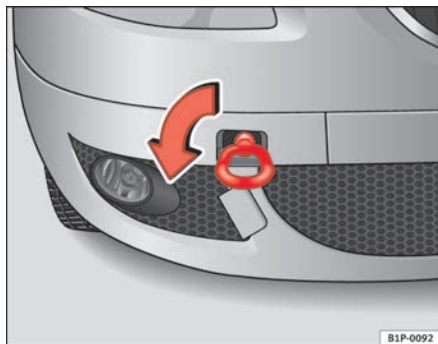
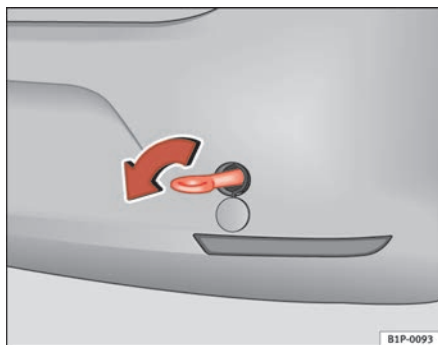

Abb. 181 Frontpartie rechts: Einschrauben der vorderen Abschleppöse
Abb. 182 Einschrauben der Abschleppöse hinten
- Schrauben Sie die Abschleppöse in Pfeilrichtung *links* herum bis zum Anschlag vorne ⇒ **Abb. 181** oder hinten ⇒ **Abb. 182** in die Gewindebohrung ein. ■